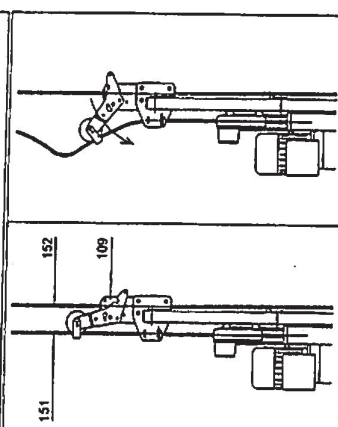

Fig. 2.2 BLOCSTOP en posición normal de trabajo
Los cables de seguridad (152) atraviesan los dos anticargas BLOCSTOP (109) modelo BSA-20.303. En funcionamiento "normal" las mordazas del BLOCSTOP se mantienen abiertas por la presión ejercida por el cable de elevación sobre el rodillo del BLOCSTOP (Fig. 2.2).